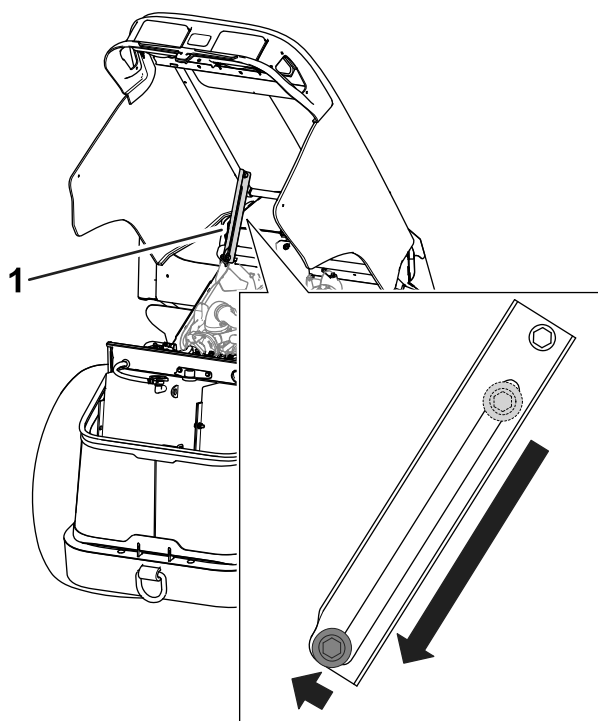

Figure 71
3. Vérifiez que le boulon de la béquille se trouve bien dans le cran de la béquille afin de maintenir le capot ouvert (Figure 71).